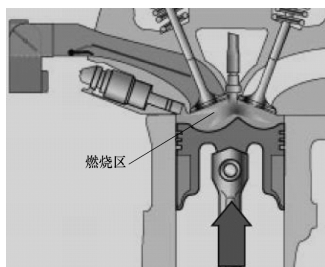

图 1-22 点燃做功 (均质混合气模式)
(4) **点燃做功过程** 对于均质混合气模式, 点火时刻也有较大的范围, 可根据发动机的负荷、转速以及其他传感器信号来进行精确控制, 如图 1-22 所示。